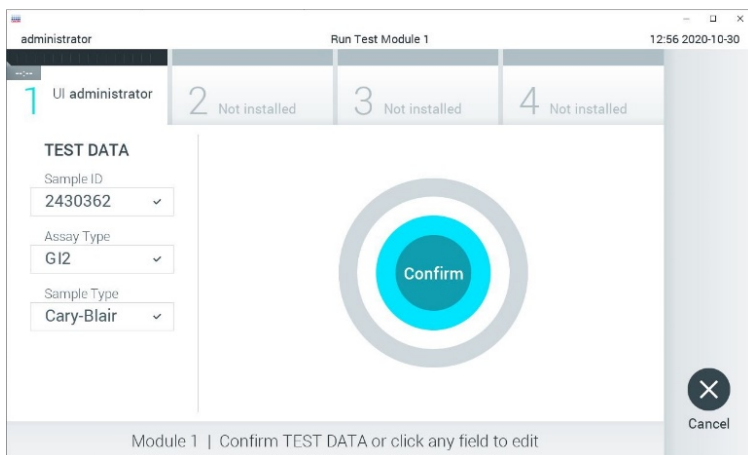

Figura 12. Confirmando a entrada de dados.
9. Pressione Confirm (Confirmar) quando todos os dados exibidos estiverem corretos. Se necessário, selecione o campo apropriado para editar os respectivos conteúdos ou pressione Cancel (Cancelar) para cancelar o teste (Figura 12).